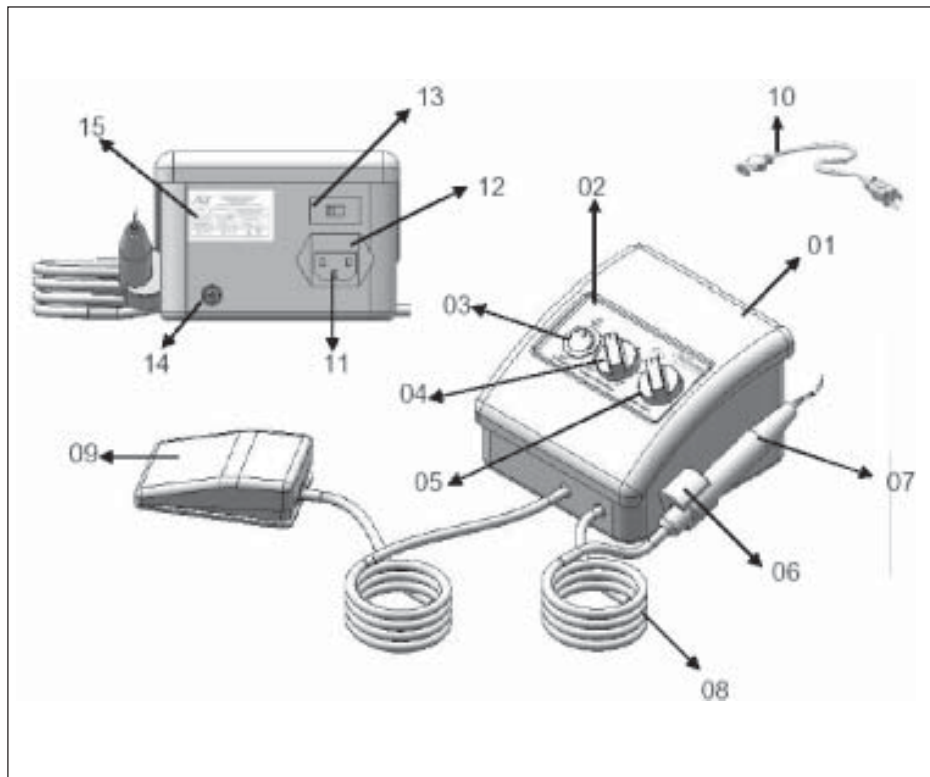

Fig. 01
- Para usufruir a garantia não remova nem danifique a etiqueta de identificação (15-fig.01).
- Para sua segurança, o equipamento sai da fábrica com a chave seletora de voltagem (13-fig.01) posicionada em 220V, portanto certifique-se de que sua rede é compatível antes de ligar, caso seja 127V inverta a posição.
- Conecte a outra extremidade da mangueira (08-fig.03) que **possui o filtro de água** ao terminal (14-fig.01) situado na parte de trás do aparelho e aperte a porca.
- Conecte a outra extremidade da mangueira (10-fig.03) que possui o filtro de água ao terminal (20-fig.01) situado na parte de trás do aparelho e aperte a porca.
- Conecte uma extremidade da mangueira (11-fig.03) a um suprimento de ar utilizando o “T” (09-fig.03) para conexão, com pressão da fonte entre 70 – 80 PSI. Conecte a outra extremidade da mangueira (11-fig.03) ao terminal (21-fig.01) situado na parte de trás do aparelho e aperte a porca.